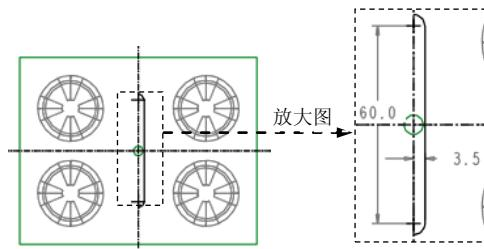

图 22.13 截面草图
(1) 单击 **模型** 功能选项卡 **切口和曲面** ▾ 区域中的 **旋转** 按钮。
(2) 定义草绘截面放置属性。右击，从快捷菜单中选择 **定义内部草绘...** 命令。草绘平面为 MAIN_PARTING_PLN 基准平面，草绘平面的参考平面为 ADTM3 基准平面，草绘平面的参考方向是 **右**。单击 **草绘** 按钮，系统至此进入截面草绘环境。
(3) 进入截面草绘环境后，选取 ADTM2 和 ADTM3 基准平面为参考，绘制图 22.13 所示的截面草图。完成特征截面的绘制后，单击“草绘”操控板中的“完成”按钮 **✓**。
(4) 定义旋转角度。旋转角度类型为 **上**，旋转角度为 -180° 。
(5) 在“旋转”操控板中单击操控板中的 **✓** 按钮，完成特征创建。